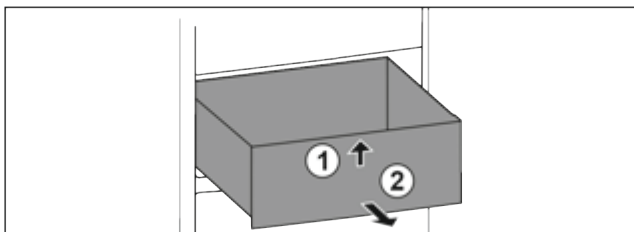

Fig. 24
- ▶ Підняти висувний ящик спереду. Fig. 24 (1)
- ▶ Вийняти висувний ящик рухом вперед. Fig. 24 (2)